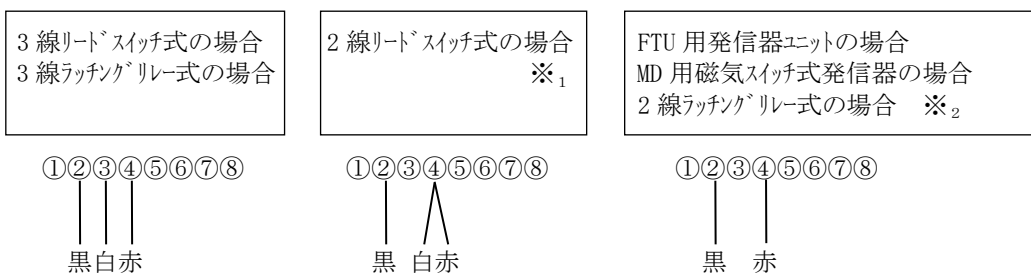

図2 発信器接続端子位置
- 5) 発信器の伝送線を端子台の色に合わせて接続します。<図2 参照>